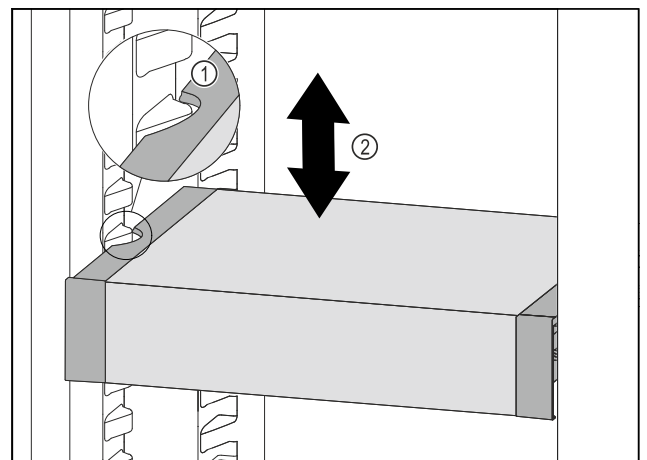

Fig. 78
- ▶ Потягнути VarioSafe вперед, поки бокові заглиблення VarioSafe не опиняться на рівні ребра для резервуара в охолоджувальному відділенні. Fig. 78 (1)
- ▶ Пересувайте VarioSafe вгору або вниз в охолоджувальному відділенні до тих пір, поки не досягнете бажаної висоти. Fig. 78 (2)